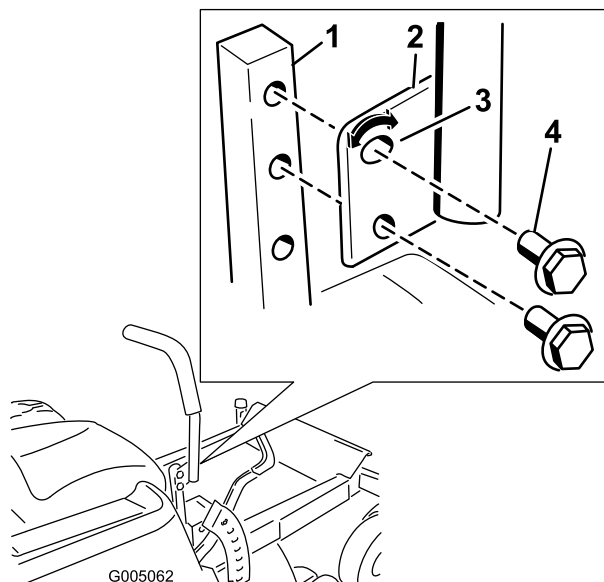

Figure 19
1. Retirez les 2 boulons qui fixent le levier de commande à l'arbre du bras de commande (Figure 19).
2. Placez le levier de commande dans les trous suivants. Fixez le levier avec les 2 boulons (Figure 19).
2. Desserrez le boulon inférieur jusqu'à ce qu'il soit possible de pivoter le levier de commande en avant ou en arrière (Figure 19). Serrez les deux boulons pour fixer la commande à sa nouvelle position.